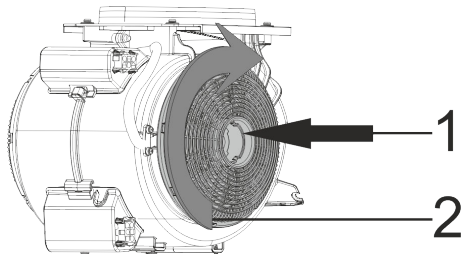

Fig. 10: KUL10 & KUL13
- 1- Placera kolfiltren på motorns sidor (Fig. 10).
- 2- Var noga med att vrida kolfiltren medurs för att låsa dem på plats (Fig. 10).